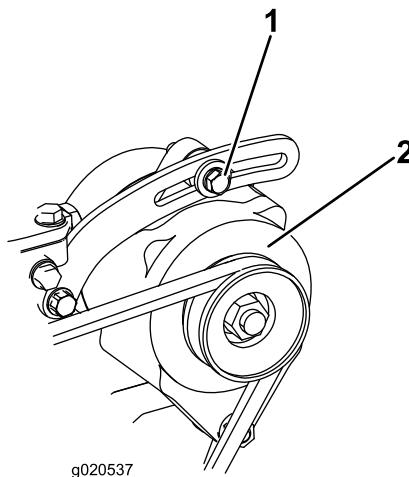

Figura 48
Compruebe la condición y la tensión de las correas (Figura 48) cada 100 horas de operación.
2. Si la desviación no es de 10 mm, afloje los pernos de montaje del alternador (Figura 48). Aumente o reduzca la tensión de la correa del alternador y apriete los pernos. Verifique de nuevo la desviación de la correa para asegurarse de que la tensión es la correcta.